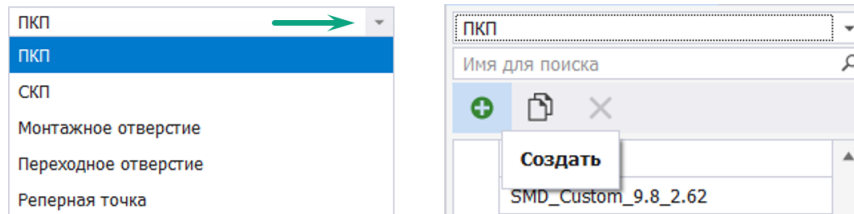

Рис. 38 Выбор типа и создание новой контактной площадки
2. Нажать иконку  «Создать», расположенную на панели инструментов окна редактора контактных площадок, см. Рис. 38.